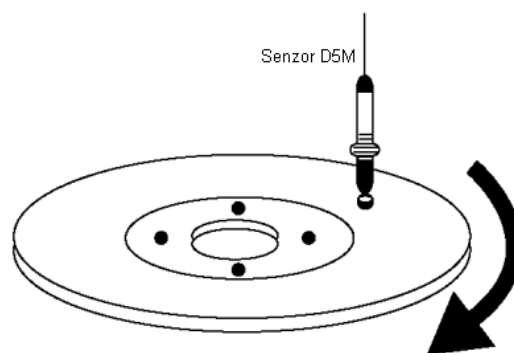

Fig.21
1.10.1. Măsurarea aplatizării unui disc aplicație (fig.21):